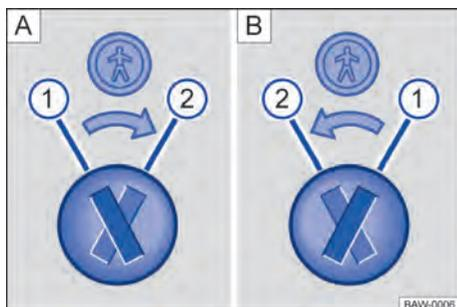

Fig. 44 Trava de segurança para crianças: [A] porta traseira esquerda, [B] porta traseira direita.
Legenda para → Fig. 44:
- Introduzir a haste da chave na ranhura da trava de segurança para crianças para ativar ou desativar → Fig. 44.